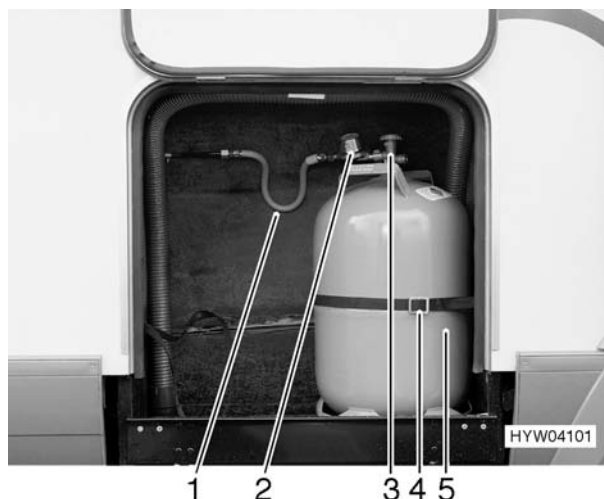

Fig. 109 Vano portabombole
- Chiudere la valvola principale (Fig. 109,3) della bombola del gas (Fig. 109,5). Osservare la direzione della freccia.
- Svitare a mano il regolatore di pressione (Fig. 109,2) del gas, con tubo (Fig. 109,1), dalla bombola del gas (filettatura sinistrorsa).
- Allentare la cinghia di fermo (Fig. 109,4) ed estrarre la bombola del gas.